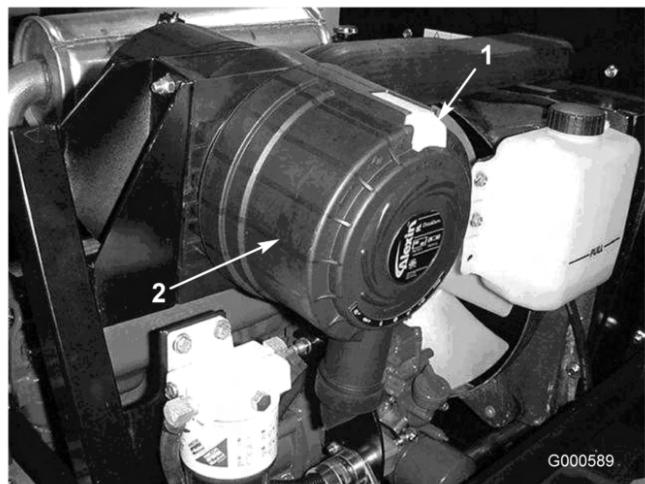

Figura 31
1. Tirate il fermo verso l'esterno e ruotate il coperchio del filtro in senso antiorario (Figura 31).